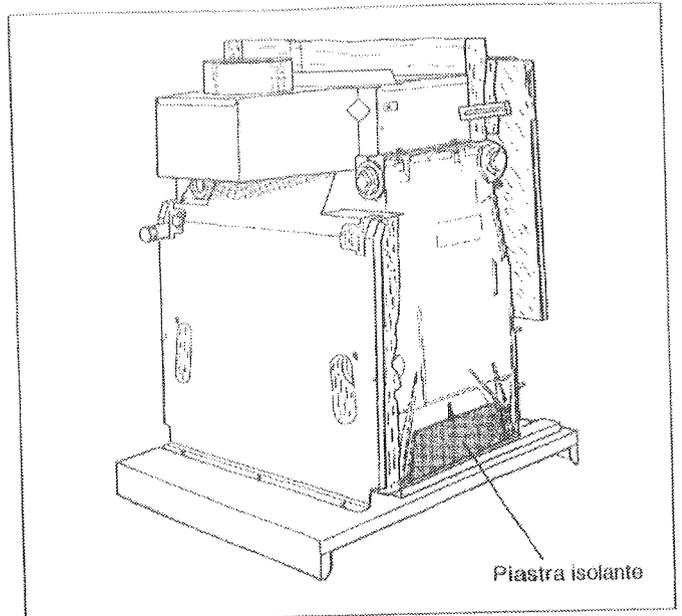

Fig. 10: Piastre isolanti
- Premere le piastre isolanti lateralmente tra i piedi in ghisa (Fig. 10).